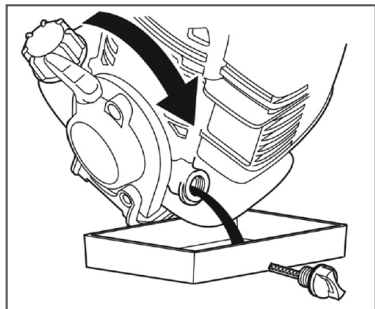

Рис. 13 Замена моторного масла
3. Наклоните триммер в сторону маслозаливной горловины двигателя и слейте отработанное масло в специально подготовленную для этого емкость (Рис. 13).